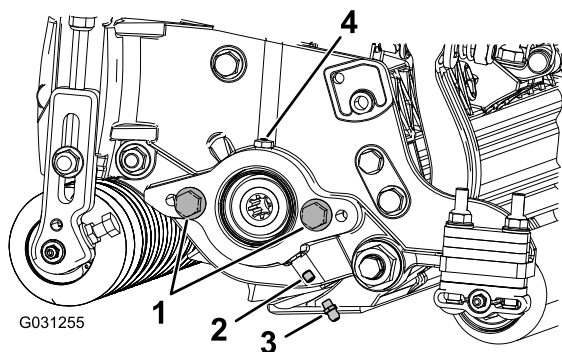

Figura 4
1. Retire y deseche el tornillo de fijación de la chapa lateral del motor del molinete (Figura 4).
2. Instale el engrasador recto (Figura 4).
2. Si no hay tornillos en la chapa lateral del motor del molinete, instálelos (Figura 4).